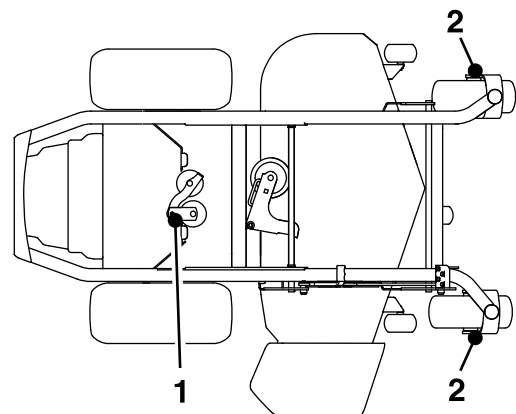

Bild 40
4. Fetten Sie den Drehzapfen der Pumpenspannscheibe mit ein oder zwei Pumpenstößen des Schmiermittels ein (Bild 40).
5. Fetten Sie die vorderen Laufradachsen ein (Bild 40).